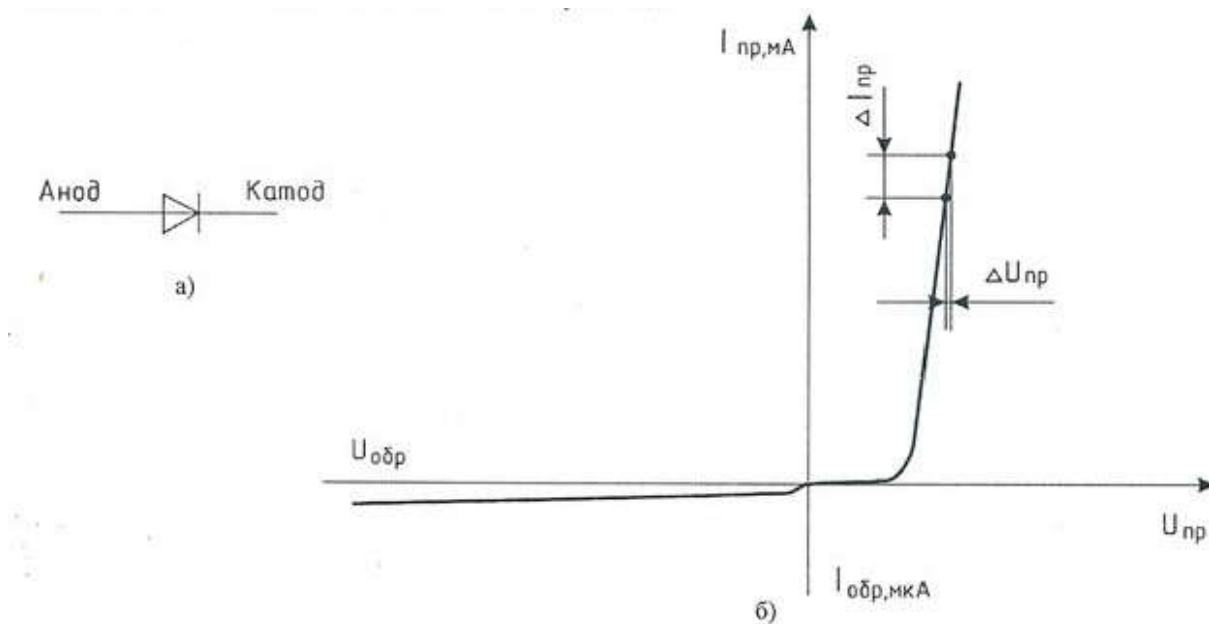

Рис. 1.1. Условное обозначение а) и вольт-амперная характеристика б) полупроводникового диода
Диод представляет собой пассивный нелинейный элемент. Он содержит p - n -переход и имеет два вывода от p и n областей. На условном обозначении (рис. 1.1, а) направление стрелки диода совпадает с направлением прямого тока.
Работа полупроводникового диода в электрической схеме определяется его вольт-амперной характеристикой (ВАХ) рис. 1.1. б).
- 4.3. Определите динамическое сопротивление на одном из участков прямой ветви ВАХ полупроводникового диода, используя выражение (1.6) и рис. 1.1